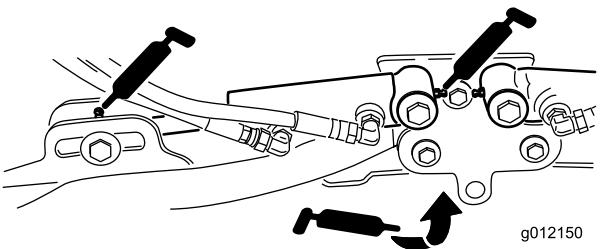

Figure 39
- Vérins des bras de relevage des plateaux de coupe (x 2) (Figure 39)
- Pivots des bras de relevage (x 1) (Figure 39)